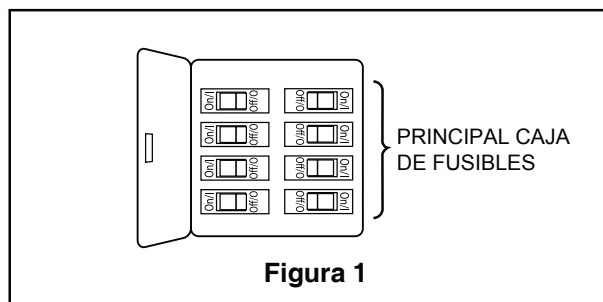

Figura 1
1. Extraiga la pieza de la bola colgante de la unidad de la bola colgante / varilla aflojando el tornillo de presión de la bola colgante hasta que la bola se libere de la varilla. Retire el pasador del barral y luego extraiga la semiesfera. Conserve el pasador y la semiesfera para su reinstalación en el Paso 6. (Figura 1)
Para evitar una posible descarga eléctrica, asegúrese de cortar la alimentación eléctrica de la caja de fusibles principal antes de colgar el ventilador. (Figura 1)